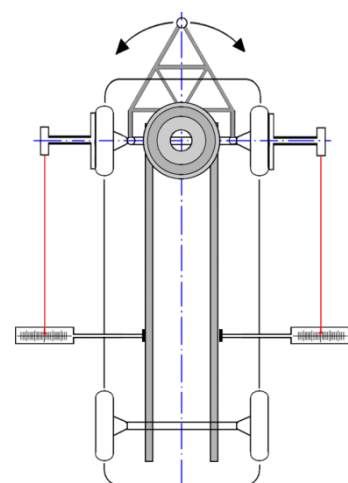

Рис. 14
- Ось транспортного средства на дышло выровнена так, что лазерный луч на обеих сторонах указывает на одно и то же значение на шкале. (Рис. 14)